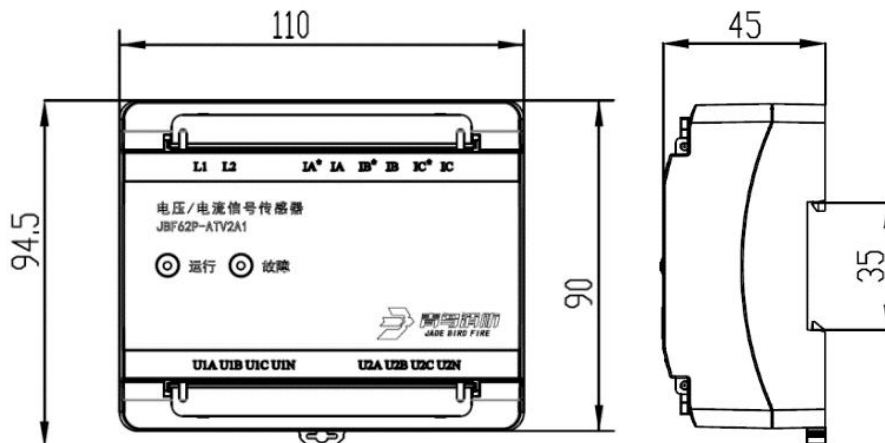

图 1 外形尺寸图
- 外形尺寸均同 JBF62P-ATV2A1, 如图 1 所示 (单位: mm);